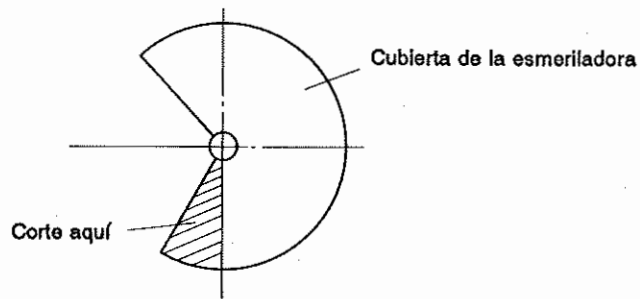

Fig. 9
- ② Corte la parte inferior de la cubierta de la esmeriladora como se muestra en la porción rayada en la Fig. 9. La finalidad es facilitar el pulimentado.